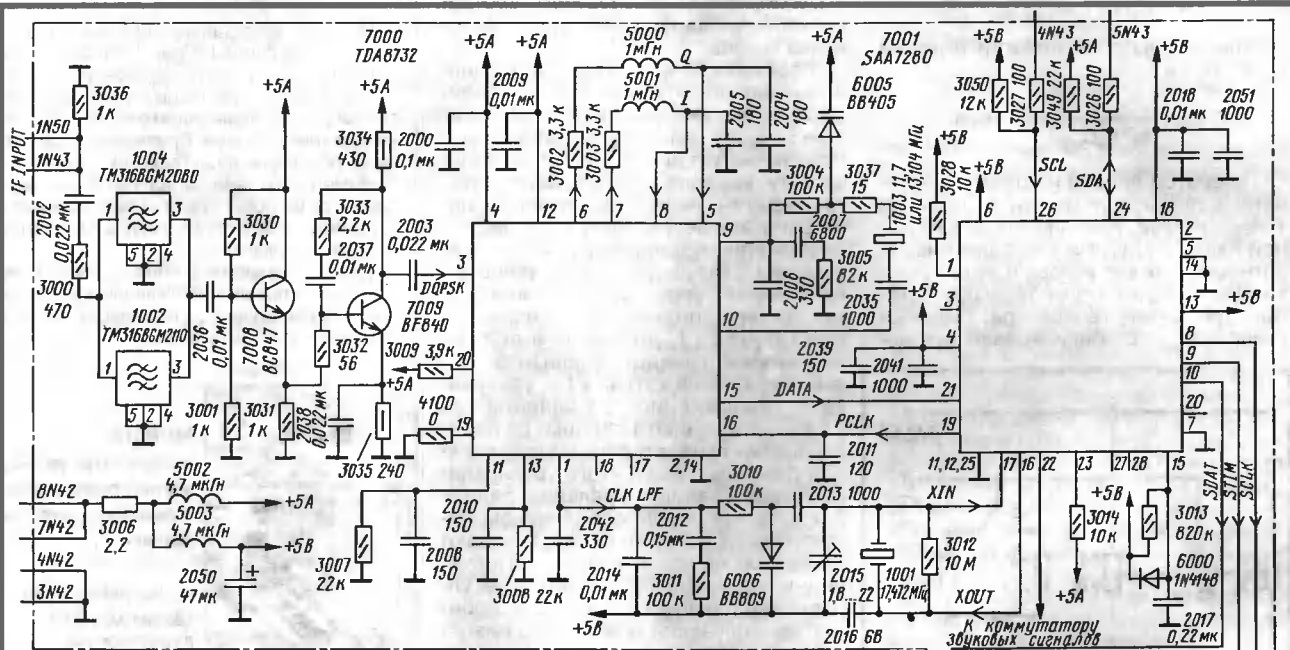
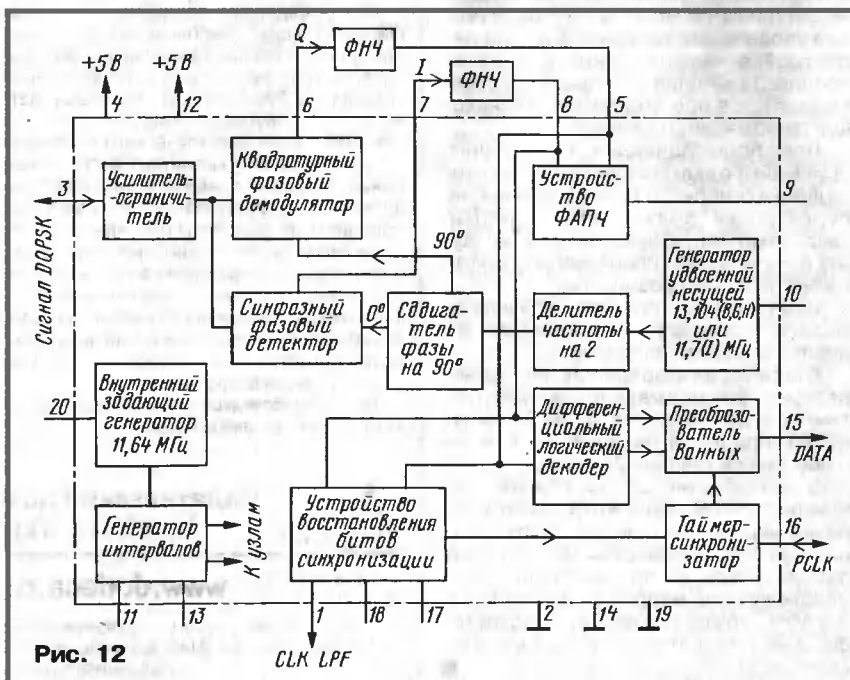

Рис. 11
Рис. 12
FL4.27 (AA) (рис. 11). Приемник сконструирован так, что может обрабатывать сигналы как стандартов В, G, H, так и стандарта I.
Структурная схема микросхемы TDA8732 изображена на рис. 12. Через усилитель-ограничитель внутри микросхемы сигнал приходит на синфазный фазовый детектор и квадратурный демодулятор. На один из них подан сигнал поднесущей без изменения фазы, а на другой — сдвинутый на 90°.
Образующиеся на выходах этих устройств сигналы I и Q через выходы 7 и 6 микросхемы, ФНЧ (дроссель 5001, конденсатор 2005 и дроссель 5000, конденсатор 2004 на рис. 11), выходы 8 и 5 микросхемы проходят на дифференциальный логический декодер (рис. 12), устройство восстановления битов синхронизации и устройство ФАПЧ. Первый из них преобразует параллельно